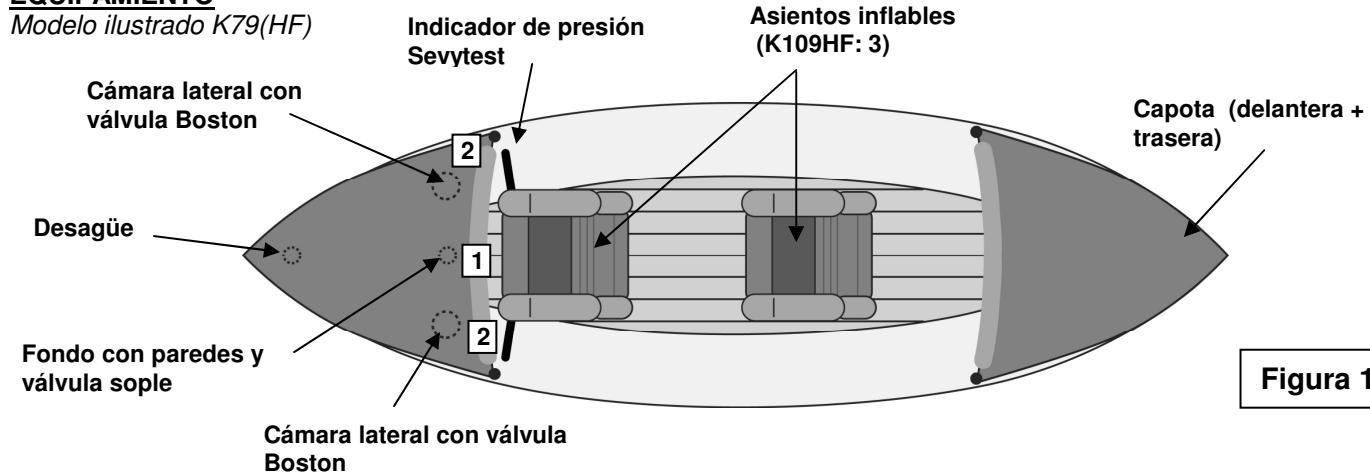

Figura 1
- 2. Hinche el producto siguiendo el orden de hinchado indicado en la placa de identidad imprimida sobre el producto (referirse tambien a la figura 1, numeración de las válvulas).